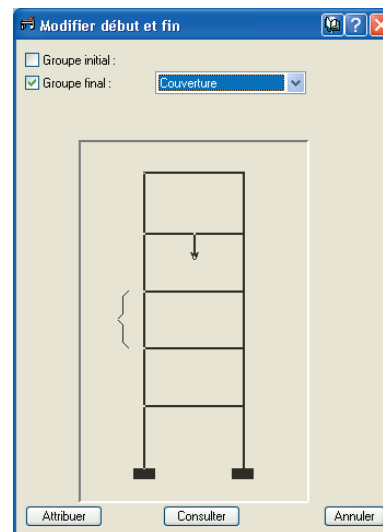

Fig. 14.36
- Dans la fenêtre **Sélection de groupes**, désactivez la case **Groupe initial** et dans **Groupe final**, sélectionnez **Couverture** (Fig. 14.36).